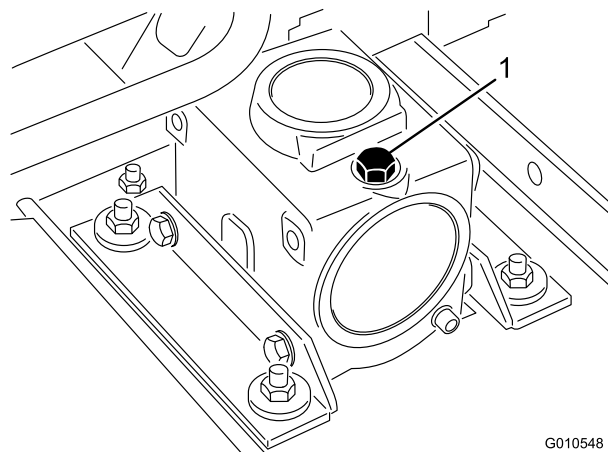

Figura 18
3. Retire la varilla/tapón de llenado de la parte superior de la caja de engranajes (Figura 18) y asegúrese de que el lubricante está entre las marcas de la varilla.